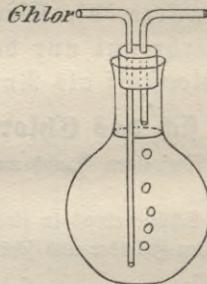

Fig. 26.
*** Versuch 2** (Fig. 26): Nachdem die übrigen Versuche mit Chlor beendet sind, leite einen langsamen Chlorstrom etwa $\frac{1}{4}$ Stunde lang, wie aus der Figur ersichtlich, in eine mit kaltem Wasser bis unter die Mündung gefüllte Biterflasche. Das austretende Gas leite in einen Abzug oder in eine mit Sodablösung gefüllte Flasche, durch die das überflüssige Chlor absorbiert wird.